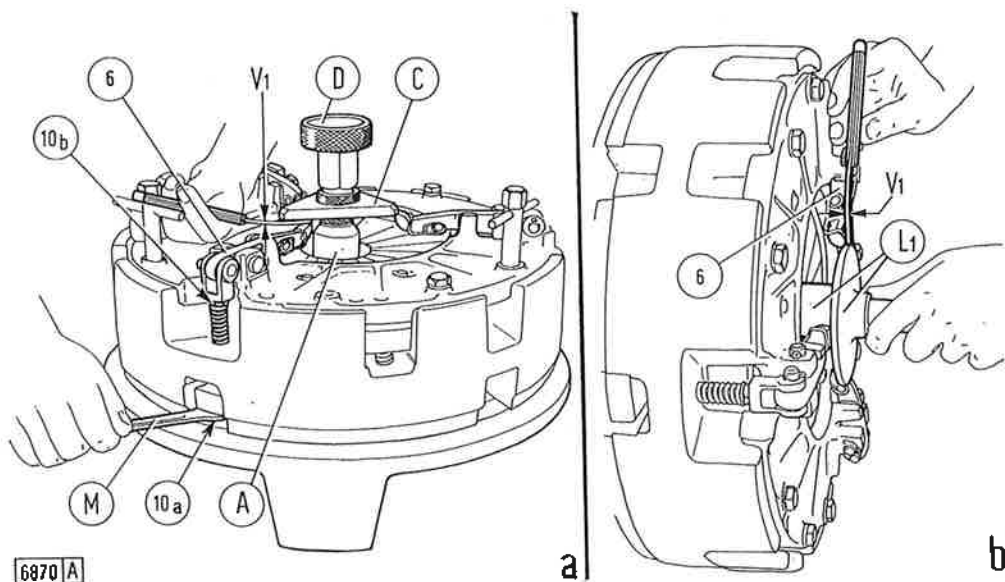

Fig. 68 - Contrôle et réglage la symétrie des leviers d'embrayage de prise de force
Remplacer l'anneau (7, fig. 65) des leviers par la pièce de référence (C, fig. 68, a), qui sera freinée avec l'écrou (D).
Engager la broche **291466** (L_1 , fig. 68, b) dans les sièges des arbres des disques d'embrayage; s'assurer que son extrémité plaque sur le roulement (19, fig. 65) et y appuyer contre la pièce de référence.
Régler alors le jeu (V_1 , fig. 68, b) comme indiqué au paragraphe précédent.